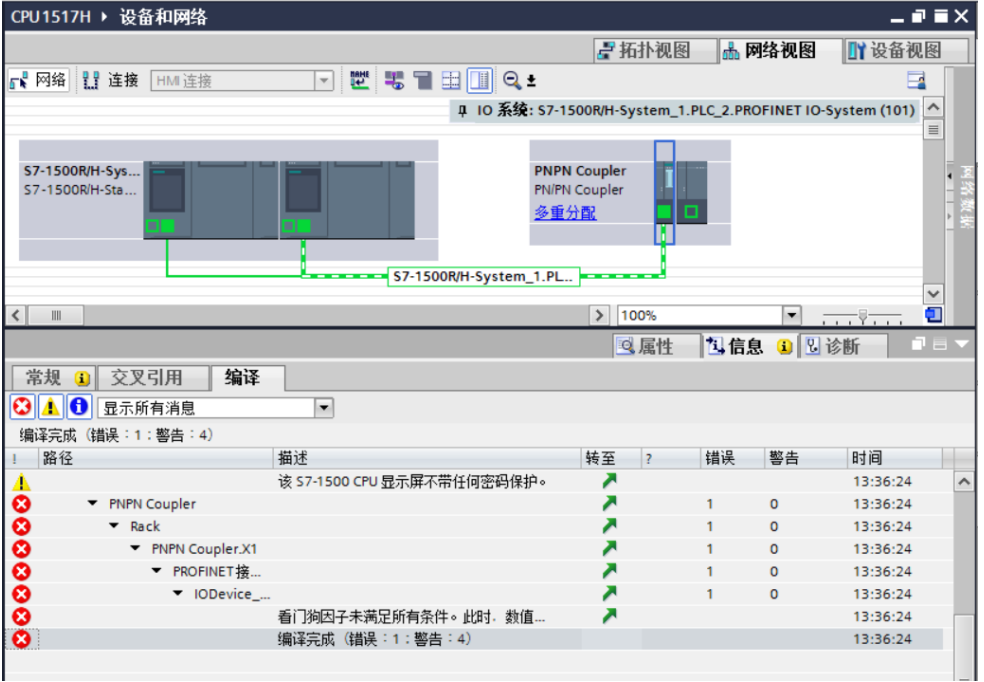

图 2-10 硬件编译报错信息
7) 配置完转换映射后，将项目进行编译，出现错误信息，提示 PN/PN Coupler 的 PROFINET 接口 X1 “看门狗因子未满足所有条件”，如图 2-10。